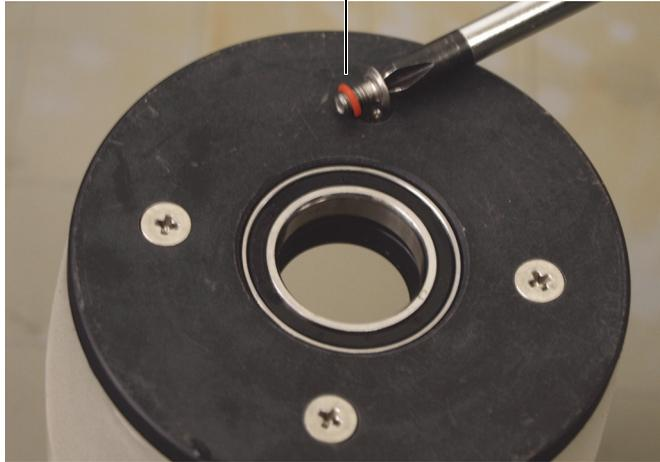

Abbildung 6-19 Entfernen der äußeren Halteschrauben vom Flachflansch
1. Entfernen Sie die vier Halteschrauben außen vom Flachflansch der Akustikrolle (Abbildung 6-19 auf Seite 100).